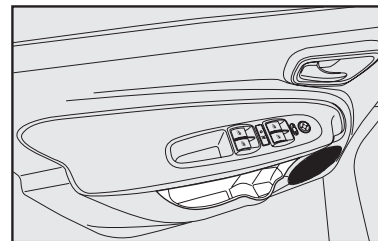

fig. 81
- En el tablero, sobre la guantera **fig. 81**.